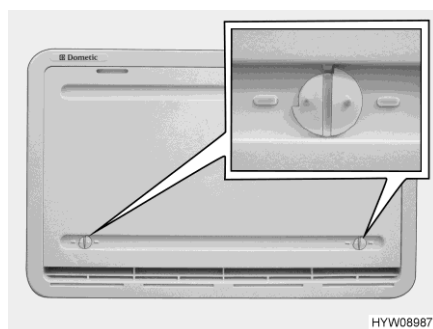

Fig. 152 Copertura invernale (griglia di aerazione del frigorifero)
Le coperture invernali (Fig. 152) proteggono il gruppo frigorifero dall'aria fredda. Posizionare le coperture invernali davanti a entrambe le griglie di aerazione del frigorifero quando la temperatura esterna scende al di sotto di +10 °C (sia per funzionamento elettrico che a gas).
- Aprire entrambi i bloccaggi (Fig. 152), la scanalatura risulterà orizzontale.